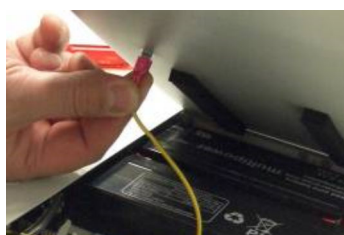

Fig. 46 : Connecteur de mise à la terre
6. ► Dévisser le connecteur de mise à la terre du couvercle avant et arrière (Fig. 46).